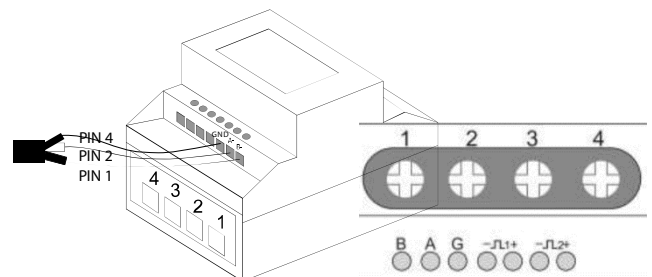

Abb. 37. Netzkabel am Smart-Meter
4. Anderes Kabelende mit Aderendhülse bestücken und an die Kontakte des Smart-Meters anklemmen. Schraubendreher Typ: PH0, Drehmoment: 0.7Nm. (Siehe Abb. 37 Pin1 an B, Pin2 an A, Pin 4 an GND)